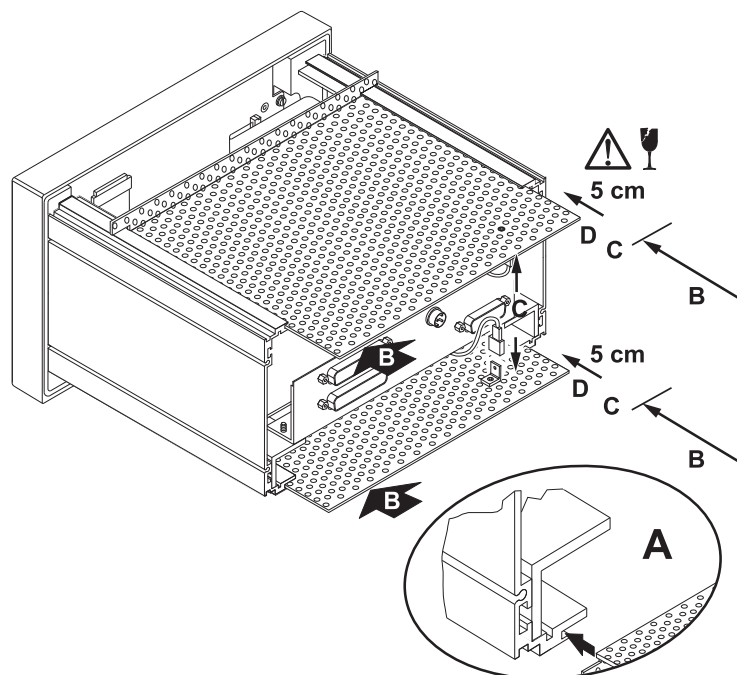

Bild D 7-22: Einschieben der Lochbleche und Befestigung der Massekabel
11. Stecken Sie die Lochbleche in die Führungsschienen (A) und schieben Sie sie soweit in den Rahmen bis noch ca. 5 cm überstehen (B). Befestigen Sie vorsichtig und sorgfältig die Schuhe der Massekabel auf die Fahnen an den Lochblechen (C). Achten Sie darauf, die Massekabel nicht zu beschädigen, wenn Sie die Lochbleche jetzt ganz hineinschieben (D). (Bild D 7-22)